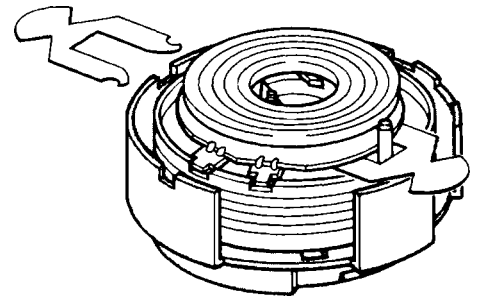

Fig. 9
- Achtung:** Die obere Schutzkappe und die 2 Mylarfolien (Dicke 0,15mm) bleiben bei diesem Vorgang auf der Kopfscheibe (Fig. 9).
- Attention:** The upper protecting cap and the 2 Mylar films (0.15mm thick) remain on the headwheel during this process (Fig. 9).